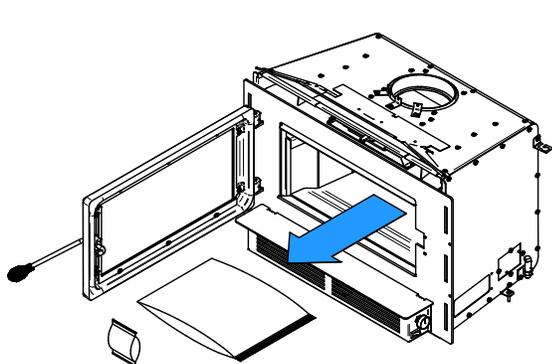

Figure 6 : Retirer le contenu de la chambre à combustion
- Retirer le contenu de la chambre à combustion (Figure 5) et dévisser les vis **(B)** des deux supports des pierres réfractaires de côtés **(A)**. Les pierres peuvent ensuite être retirées dans l'ordre présenté dans la Figure 6.